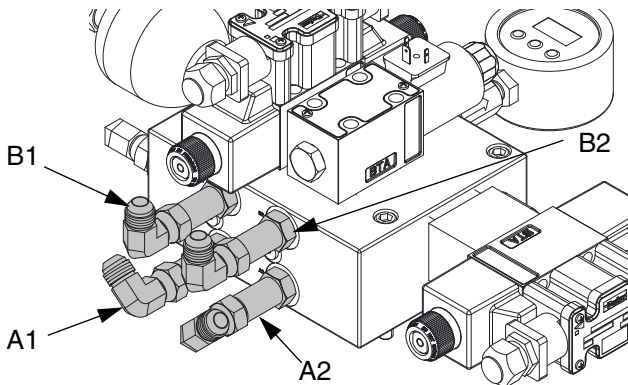

FIG. 6 : Boîtier hydraulique d'applicateur à tête L
- a. Raccordez les raccords de flexible hydraulique (A1, A2, B1 et B2) du pack d'alimentation électrique en CA sur les extrémités du flexible hydraulique (401) côté mât de la flèche (C) comme indiqué dans le tableau suivant. Consultez la FIG. 1 page 10 et la FIG. 6, page 16.
- a. Raccordez les raccords de flexible hydraulique (A2 et B2) du pack d'alimentation électrique en CA sur les extrémités du flexible hydraulique (402) côté mât de la flèche (C) comme indiqué dans le tableau suivant. Consultez la FIG. 1 page 10 et la FIG. 6, page 16.
- b. Utilisez les chapeaux (6) pour boucher les raccords A1 et B1.